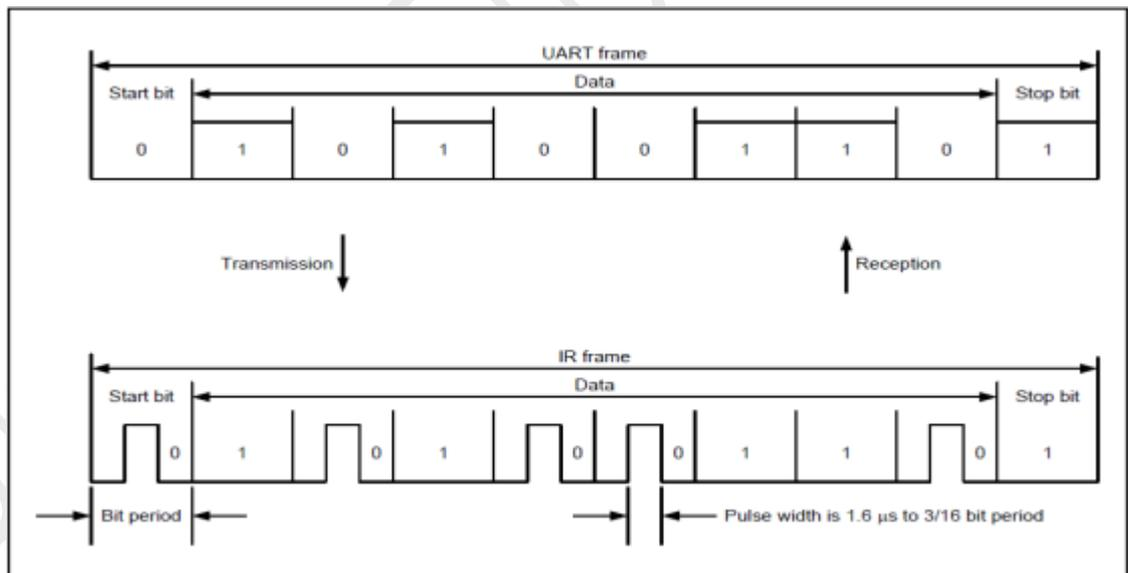

图 21-10 IrDA 收发脉冲
- SIR 发送逻辑把‘0’作为高脉冲发送，把‘1’作为低电平发送；或者取反发送。脉冲的宽度规定为正常模式时位周期的 3/16，见图 21-10 IrDA 收发脉冲。